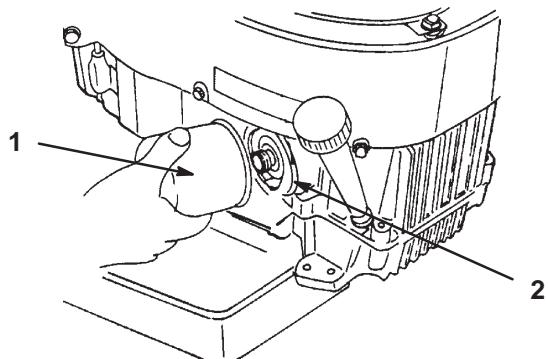

Bild 44
2. Entsorgen Sie den alten Motorölfilter (Bild 44).
3. Ölen Sie die Gummidichtung am Austauschfilter (Bild 44) leicht mit Frischöl ein.
4. Drehen Sie den Austauschfilter bis zum Ansatz auf. Drehen Sie den Ölfilter im Uhrzeigersinn, bis die Gummidichtung den Anbaustutzen berührt. Ziehen Sie ihn dann um eine weitere 3/4 Umdrehung fester (Bild 44).